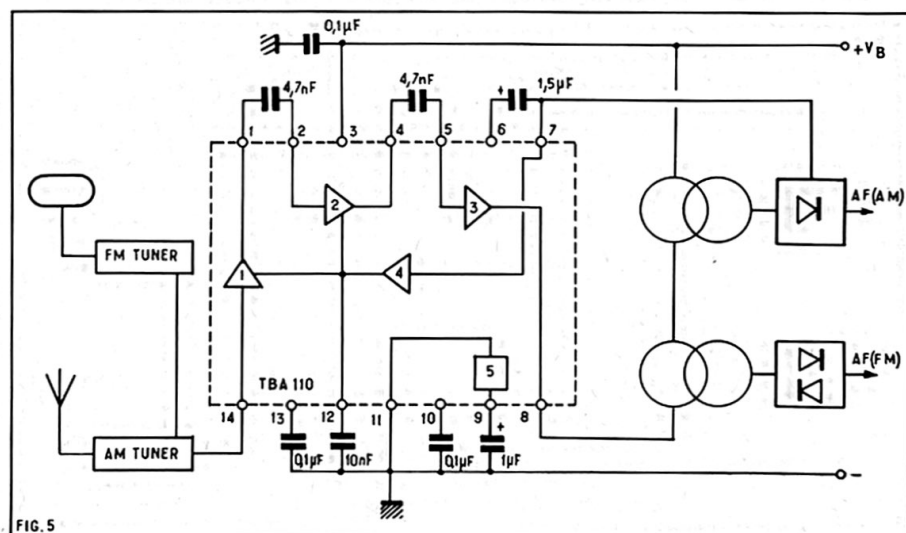
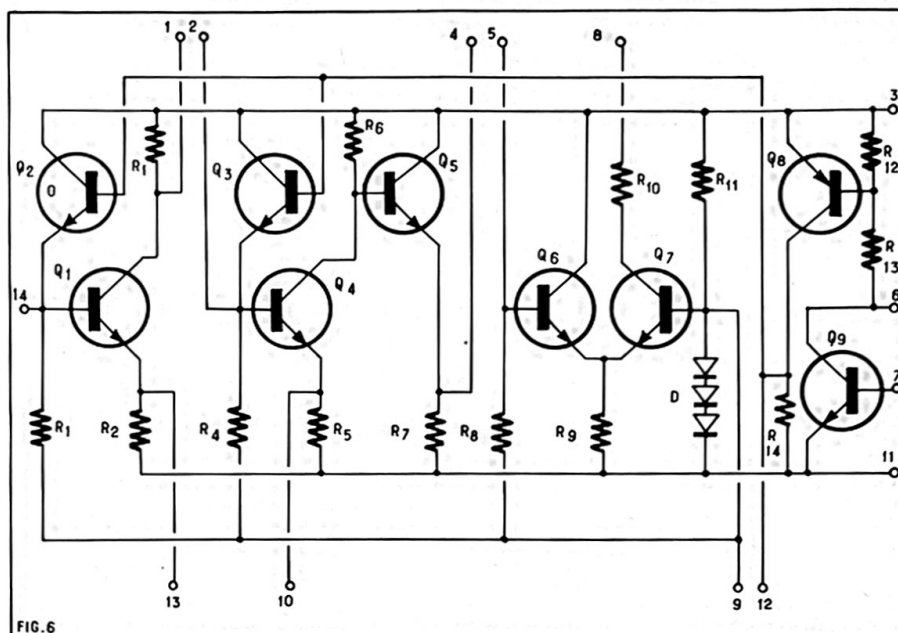
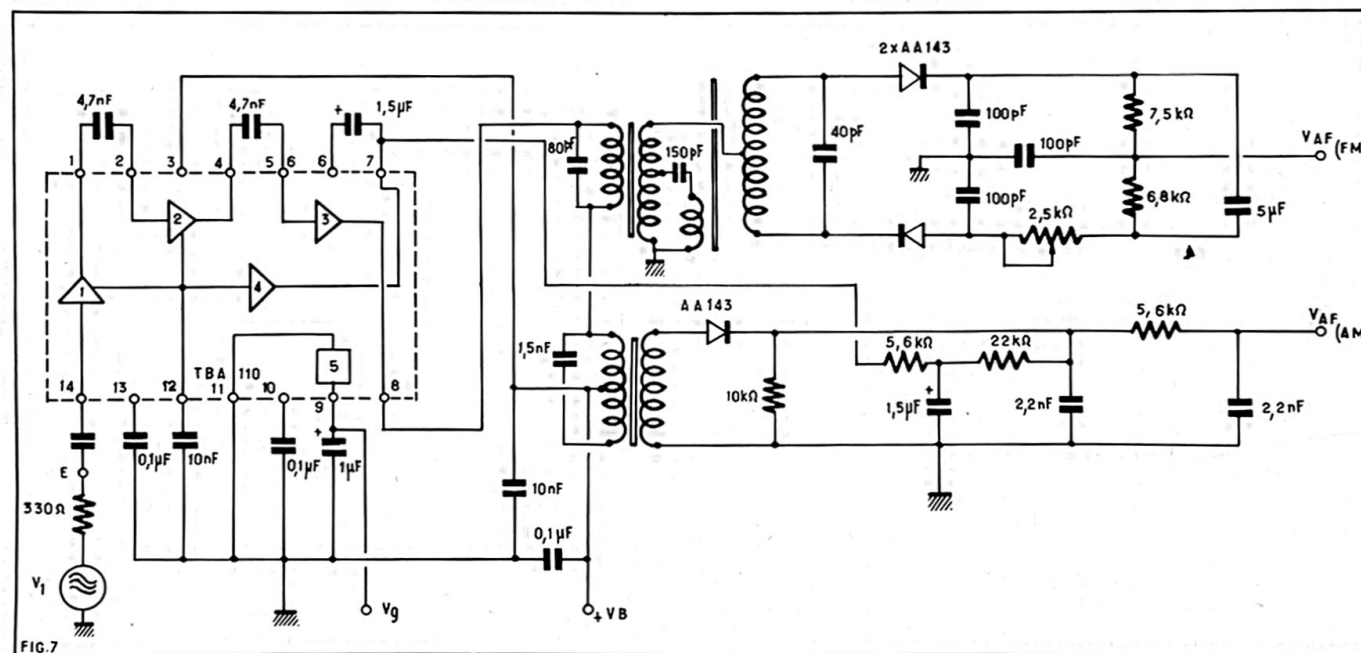

FIG. 5
FIG. 6
FIG. 7
La figure 5 donne le schéma synoptique du CI (dans le rectangle pointillé) et des éléments extérieurs permettant la réalisation d'un « tuner » AM/FM comprenant les circuits d'un récepteur depuis les antennes jusqu'aux sorties BF des deux détecteurs.
On donne à la figure 6 le schéma détaillé de l'intérieur du circuit intégré TBA110 dans lequel se trouvent les parties suivantes : un amplificateur à large bande à trois étages dont deux commandés par le CAG et l'étage de sortie, respectivement (1), (2) et (3) sur le schéma synoptique de la figure 5 ; un circuit de CAG (4) amplificateur ; un circuit stabilisateur pour la polarisation des transistors.
En position AM du commutateur général du récepteur, les amplificateurs 1 et 2 sont commandés par la CAG avec un dynamique de 90 dB. En FM les amplificateurs bénéficient de la limitation et de la CAG du bloc VHF. Sur la figure 5, les triangles symbolisent les quatre amplificateurs, l'entrée étant sur un côté et la sortie sur l'angle opposé à l'entrée.
Sur la figure 6 on n'a indiqué que les points 1 à 14 disposés dans l'ordre logique en deux groupes. Commençons par l'amplificateur (1). Son entrée est au point 14 et sa sortie au point 1 ; il se compose par conséquent du transistor Q_1 monté en émetteur commun. Le signal
Le montage de la figure 7 est proposé comme montage de mesures, mais il faut peu de choses pour qu'il soit utilisable comme tuner AM/FM en le complétant avec des bobinages selon les indications de la figure 6.
Considérons les deux figures 6 et 7 à la fois. Le tuner FM possède un transformateur MF de sortie accordé sur 10,7 MHz dont le signal, à cette fréquence, pourra être appliqué à l'en-
Ceci est effectué par la liaison (voir figure 7) entre ce point et la résistance de 5,6 k Ω du circuit détecteur AM.
Le point V_g de la figure 6 permet de disposer d'une polarisation à appliquer éventuellement à d'autres circuits, par exemple aux amplificateurs HF, des tuners AM et FM.
On a effectué les mesures sur le montage de la figure 7 en position FM, pour deux tensions d'alimentation différentes :